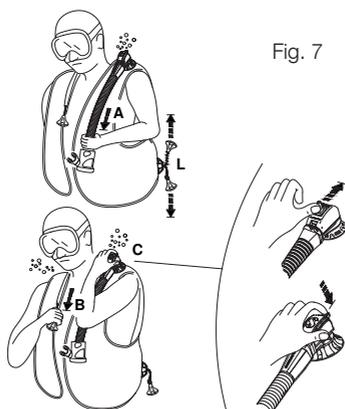

Fig. 7
- a. tirare delicatamente il gruppo tubo flessibile (fig. 7 - A).
- b. premere il pulsante che fuoriesce dall'involucro della valvola (fig. 7 - C) (Brevettato): questo sistema potrebbe essere utile anche per spurgare l'aria di un altro subacqueo che ha problemi (panico, subacqueo principiante, stato di incoscienza ecc.).
- La valvola di scarico manuale doppia SCUBAPRO® (brevetto) ha un pulsante di sicurezza che rilascia aria quando viene premuto (FIG. 7-C), in caso di guasto del sistema di scarico manuale (cavo rotto, perno, ecc.).
### **Valvola di scarico inferiore (fig. 7 - L)**
I dispositivi di sgonfiaggio con il massimo deflusso di gas sono la valvola a spalla fig. (7-B) e la valvola inferiore (fig 7-L).